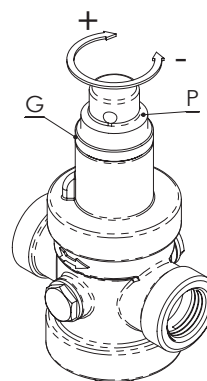

FIG. 3B
Regulation for type T15C: to modify the outlet pressure, unscrew the ring (G) and turn the stem P as shown in Fig. 3B; by turning clockwise, the outlet pressure will increase, by turning anticlockwise, the outlet pressure will decrease. The correct regulation of the pressure has to be done while circuit is closed.
- **Regulierung Art. T15C:** Für die Änderung des Ausgangsdrucks muss lediglich die Nutmutter (G) gelockert und der Federdrücker P gemäß Abb. 3B gedreht werden. Bewegt man ihn im Uhrzeigersinn, wird der Ausgangsdruck erhöht, bewegt man ihn gegen den Uhrzeigersinn, wird er verringert. Die korrekte Einstellung des Druckwertes ist bei geschlossener Anlage durchzuführen.